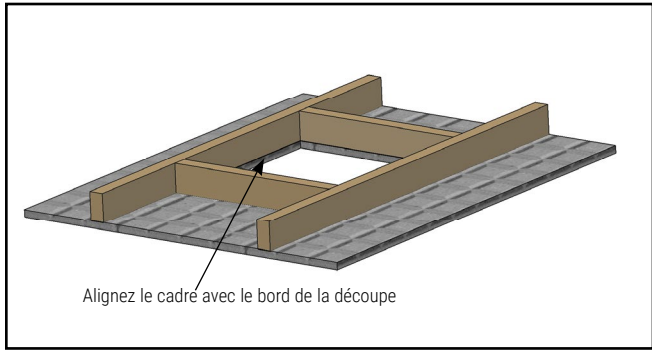

Figure 4.
- 4. Installez le cadre sur l'ouverture du plafond. (Figures 4 et 5)